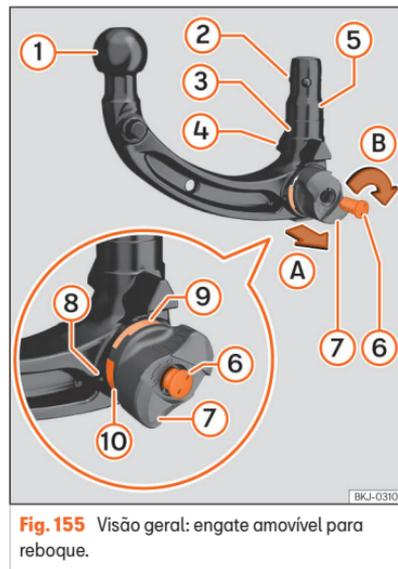

Fig. 155 Visão geral: engate amovível para reboque.
1. Antes de utilizar o engate amovível para reboque pela primeira vez, anote o número gravado na chave »» Fig. 155 ⑥, caso seja necessário fazer um duplicado.
4. Verifique se o alojamento, a roda »» Fig. 155 ⑧, a haste ⑤ e as bolas de bloqueio ② do engate para reboque estão limpas e em bom estado. Se for necessário, limpe-os.
- A marca vermelha »» Fig. 155 ⑩ da roda aponta para a marca verde ⑨ do engate para reboque.
- A roda ⑧ fica claramente separada do engate, pelo menos 4 mm [0,2 pol].
- Todas as bolas de bloqueio ② podem encaixar-se totalmente na haste ⑤.
- A chave ⑥ está dentro da fechadura, a seta da chave aponta para o símbolo de *fechadura aberta* da roda ⑧ e a chave não pode retirar-se.
1. Abra a tampa da fechadura »» Fig. 155 ⑦ e introduza a chave na fechadura.
2. Rode a chave ⑥ no sentido contrário ao dos ponteiros do relógio até a seta da chave apontar para o símbolo de *fechadura aberta* na roda ⑧.
3. Segure o engate para reboque com uma mão. Com a outra mão, retire a roda ⑧ na direção ④.
4. Rode a roda retirada ⑧ na direção ⑧ até ao limite.
Depois de colocar o engate para reboque sob tensão, não volte a tocar na roda »» Fig. 155 ⑧. Ao bloquear o engate, a roda gira para a sua posição original e pode causar lesões »» ⚠.
- A marca verde na roda ⑨ aponta para cima.
- O engate está fechado com chave e esta ⑥ pode retirar-se.
- Já não resta qualquer folga entre a roda ⑧ e o engate.
- Rode a chave ⑥ no sentido dos ponteiros do relógio para fechar o engate.
- Feche a tampa da fechadura ⑦.
- A marca verde na roda >>> Fig. 155 ⑨ aponta para cima.
- A roda ⑧ está colada ao engate e pode fechar-se.
- O engate está fechado e a chave ⑥ é retirada.
- Já não se pode tirar lateralmente a roda ⑧.
- Nunca utilize o dispositivo de reboque se o diâmetro da cabeça esférica >>> Fig. 155 ① for inferior a 49 mm [1,9 pol.] em qualquer ponto.